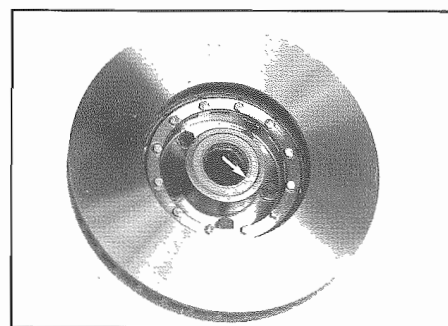

Fig. 8 - Paragrasso
- Levare il paragrasso (**Fig. 8**).
- Remove sealing ring (**Fig. 8**).